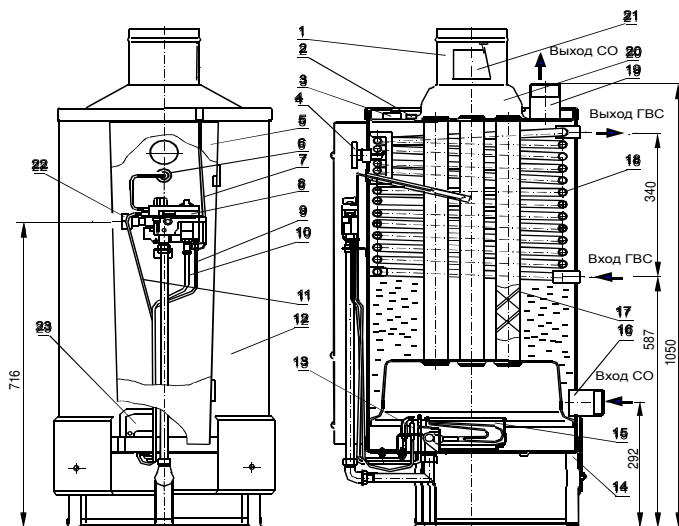

Рис. 1 Аппарат комбинированный (отопительный) газовый бытовой Комфорт
4.2. Блок автоматики 8 (Рис.1) V5474G "Honeywell" (США) представляет собой электромеханическое устройство и служит для подачи газа к запальнику и горелке, пьезорозжига, регулирования температуры воды и автоматического отключения подачи газа при:
4.3. Тягопрерыватель 1 (Рис.1) предназначен для автоматической стабилизации величины разрежения в топке аппарата, т.е. уменьшения влияния колебания величины разрежения в дымоходе на тягу в топке аппарата. Для успешной работы дверца тягопрерывателя 21 (Рис.1) должна легко вращаться на оси.
4.5. Автоматика по тяге и перегреву состоит из датчика тяги 2 (Рис.1) (биметаллическая пластина с микровыключателем), укрепленного на крышке бака, защитного термостата 3 (Рис.1) и проводов 7,
соединяющих микровыключатель датчика тяги и защитный термостат с блоком автоматики 8 (Рис.1).
Защитный термостат 3 (Рис.1) обеспечивает аварийное отключение подачи газа при нагреве воды в баке до температуры $93^{\circ}\text{C} \pm 100^{\circ}\text{C}$. После остывания воды в баке до температуры $60^{\circ}\text{C} \pm 70^{\circ}\text{C}$ защитный термостат автоматически включается и аппарат готов к новому включению.
5.9. Во избежание самопроизвольного срабатывания датчика тяги кожух 20 (Рис.1) не должен касаться биметаллической пластины датчика тяги.
6.8. Установите аппарат вертикально, и проверьте вертикаль по уровню. Установите щиток 23 (Рис.1) в нижней части бака.
6.9. Установите на аппарат тягопрерыватель 1 (Рис.1), обеспечив его строго вертикальное положение. Конец дверцы тягопрерывателя 21 (Рис.1) не должен выступать наружу и должен отклоняться от номинального положения внутрь тягопрерывателя не более чем на 1 - 2 мм. Дверца тягопрерывателя должна легко вращаться на оси.
Кожух 20 (Рис.1) не должен касаться биметаллической пластины датчика тяги 2 (Рис.1).